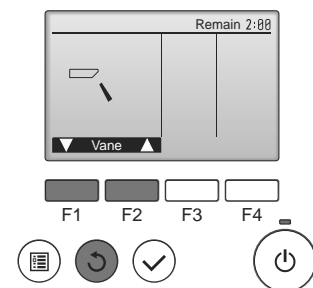

Fig. 7-4
- ② Drücken Sie die [AUSWAHL]-Taste, um den Vane-Bedienbildschirm aufzurufen, und prüfen Sie dann mit Tasten [F1] und [F2] die automatische Flügelbewegung. (Fig. 7-4)